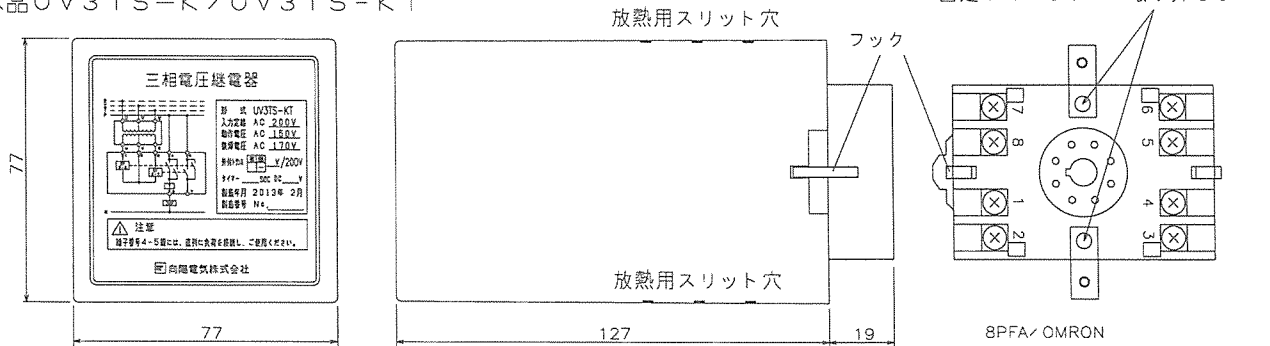

図12 既設品交換
- (1) 既設品と共用ソケット（8PFA）の固定用ネジ2箇所を外し、既設品UV3TSを取り外します。（図12参照）取り外した際に警報が出力されることがあります。
- (2) 共用ソケットと共締めされている固定用止め板は取り外さなくても交換することができます。
- (3) 既設品の共用ソケット型式（8PFA）と本品付属の共用ソケット型式（8PFA-W）は互換品です。
- (4) 本品をガイド凹凸部の向きに注意して取り付け、フック2箇所固定します。